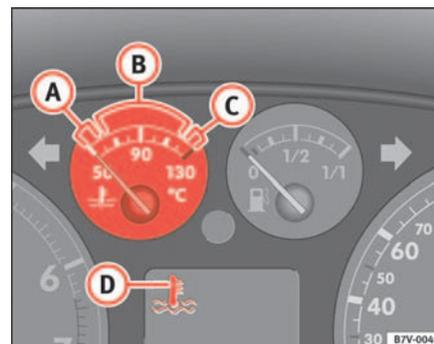

Abb. 45 Ausschnitt aus dem Kombiinstrument: Motorkühlmitteltemperatur-Anzeige
Hohe Motordrehzahlen und starke Motorbelastung vermeiden ⇒ Abb. 45 ②.